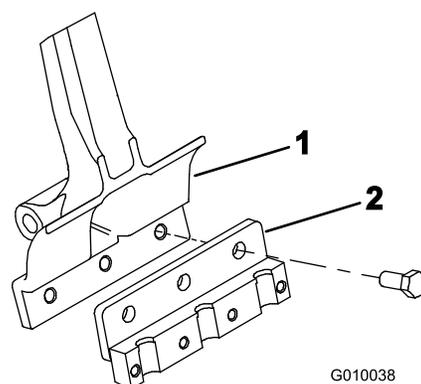

Рисунок 22
3. К каждому рычагу зубьев прикрепите тремя болтами (1/2 x 1-1/4 дюйма) держатель зубьев (Рисунок 22). Затяните болты с моментом 101,6 Н·м.